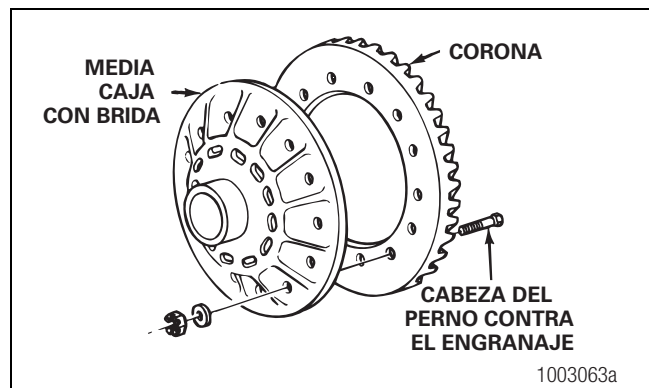

Figura 5.38
5. Coloque los pernos, las tuercas y las arandelas que sujetan la corona a la media caja con brida. Coloque los pernos por el lado del engranaje del conjunto. Las cabezas de los pernos deben mirar hacia la corona. Figura 5.38.